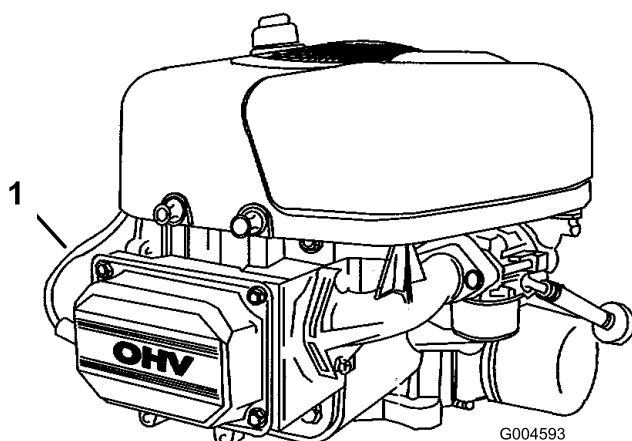

Bild 25
7. Kobl tændrørskablet fra tændrøret (Bild 25).
3. Sæt tændrørskablet på tændrøret (Bild 25).